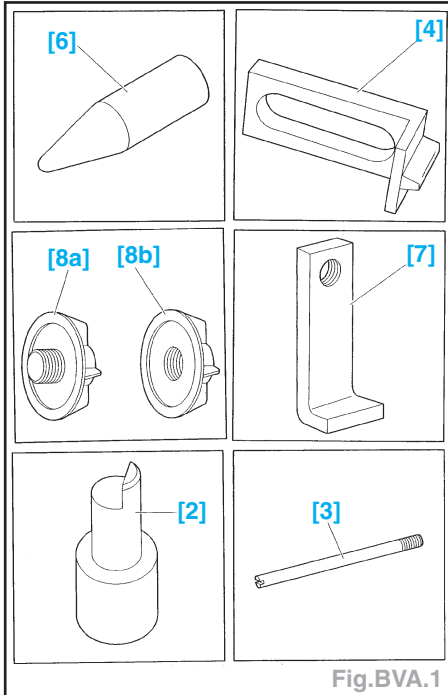

Fig.BVA.1
- Outils nécessaires (Fig.BVA.1) :